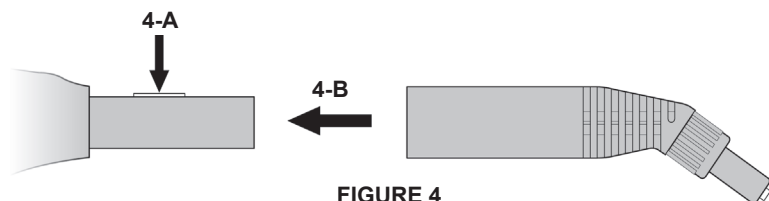

FIGURE 4
2. Abaissez le bouton bleu de verrouillage/dégagement (FIGURE 4-A). Continuez à maintenir le bouton abaissé et faites glisser l'accessoire sur l'Injecteur à vapeur (FIGURE 4-B). Poussez l'accessoire par-dessus le bouton et continuez à pousser jusqu'à ce que le bouton s'engage dans le trou rectangulaire.